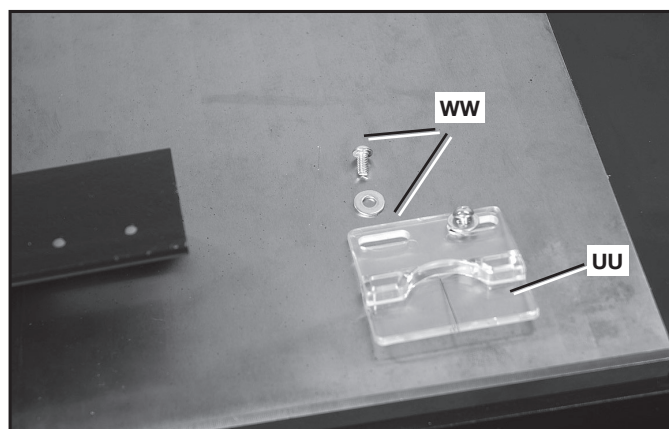
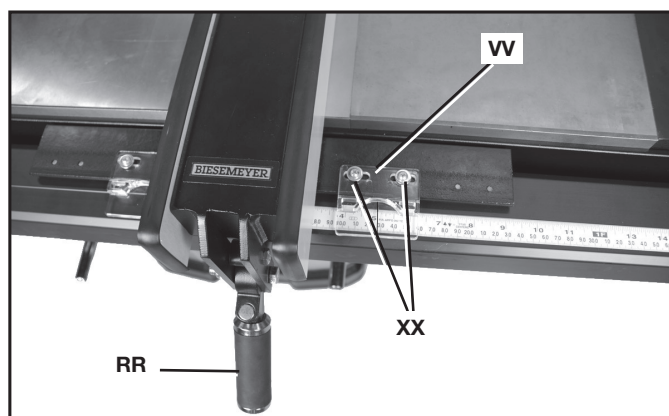
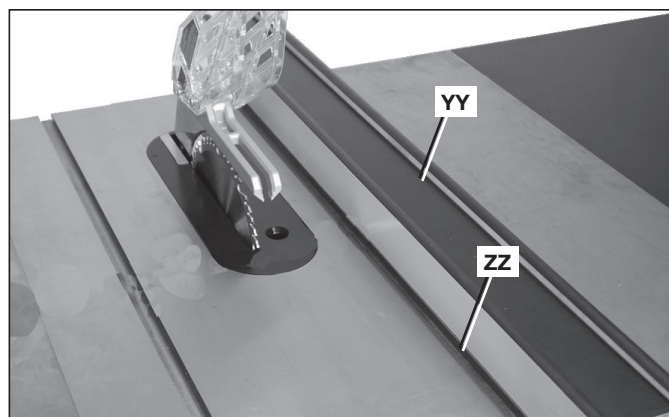
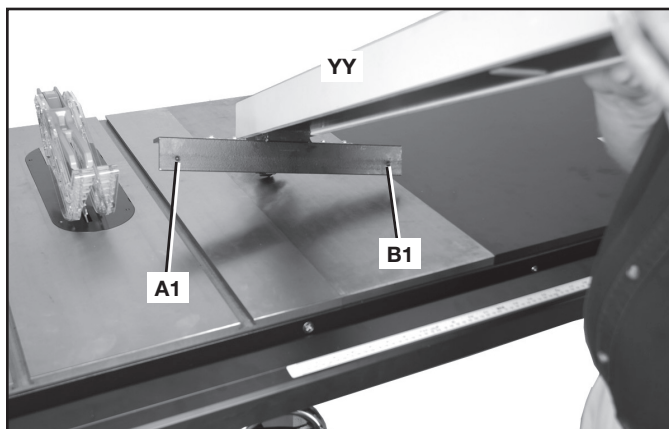

FIG. 20
FIG. 21
FIG. 22
FIG. 23
1. Fixer le pointeur fin de droite (UU) fig. 20 à la traverse du guide (VV) fig. 21 avec deux vis à tête ronde no 10-32 x 10 mm (3/8 po) et des rondelles plates (WW) fig. 20.
2. Les vis traversent les trous ovalisés dans le pointeur, puis les trous taraudés (XX) fig. 21 dans la traverse.
Le guide (YY) fig. 22 doit être ajusté pour être parallèle à la rainure pour guide d'onglet (ZZ). Glisser le guide jusqu'à ce que le bord inférieur soit aligné avec le bord de la rainure pour guide d'onglet comme dans l'illustration et presser sur la poignée de verrouillage du guide (RR) fig. 21.
Vérifier si le guide (YY) fig. 22 est aligné sur la rainure pour guide d'onglet tout le long de la table. Si un réglage est nécessaire, soulever le guide (YY) du tube du guide comme l'illustre la fig. 23.
Serrer ou desserrer légèrement les vis de réglage (A1) fig. 23 ou (B1), à l'aide d'une clé hexagonale de 5 mm (3/16 po) (non comprise). Replacer le guide sur le tube du guide et vérifier encore une fois. Répéter ce réglage jusqu'à ce que le guide soit bien parallèle à la rainure pour guide d'onglet. **REMARQUE : il faut laisser tout juste un peu de jeu aux vis de réglage pour régler le guide.**